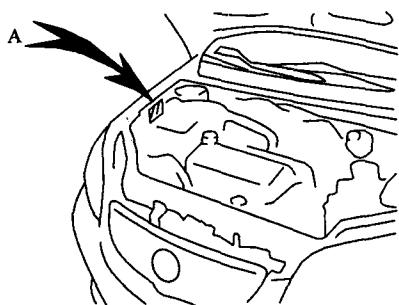
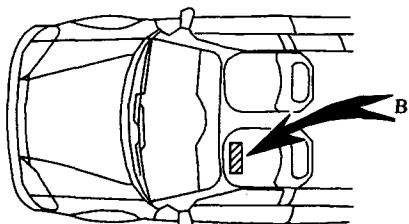

图 1-1 车辆识别码的位置
图 1-2 车辆合格证标牌的位置
(1) 车辆识别码:车辆识别码印记在发动机室内,该号码也印记在制造厂标牌上。其中 A 为车辆识别牌,B 为合格证标牌(见图 1-1、图 1-2)。